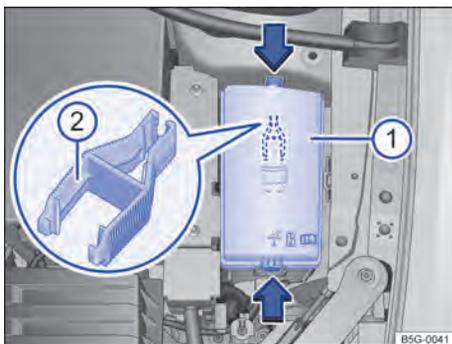

Fig. 149 No compartimento do motor: cobertura  da caixa de fusíveis com pinça de plástico .
- Pressionar os travamentos no sentido da seta → Fig. 149 (seta), para destruir a cobertura da caixa de fusíveis → Fig. 149 .
No lado interno da cobertura da caixa de fusíveis no compartimento do motor, pode haver uma pinça de plástico para a retirada dos fusíveis → Fig. 149 . <